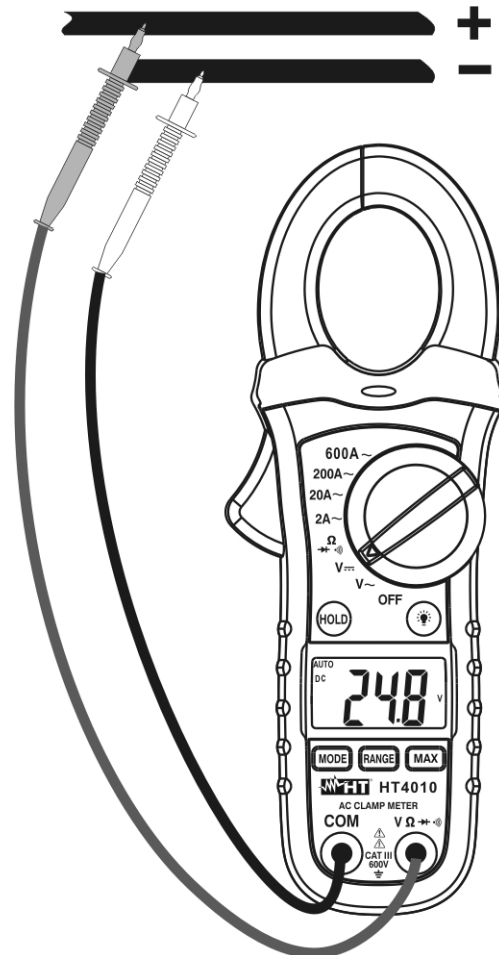

Fig. 2: Uso de la pinza en medida de Tensión CC
3. Inserte las puntas de prueba en los terminales, la punta roja en el terminal " $V_{\Omega} \rightarrow (+)$ " y la punta negra en el terminal **COM** (ver Fig. 2)
4. Inserte las dos puntas de prueba en el punto deseado del circuito (ver Fig. 2), luego el instrumento mostrará el resultado
6. Para la medida de tensión CC el símbolo "-" en el visualizador indica que el valor de la tensión está invertida respecto a la conexión de la Fig. 2